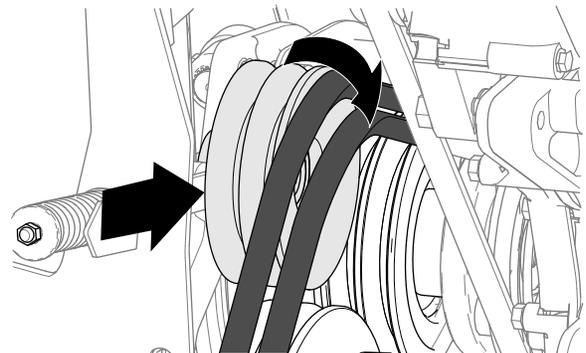

**Bild 92**
7. Schieben Sie das Drehsperrrohr nach hinten und nehmen es von der Maschine ab (Bild 92).
2. Fluchten Sie den Stift des Drehsperrrohrs mit dem Loch in der Zapfwellenkupplungsplatte aus, siehe Bild 92 in Entfernen der Zapfwellenriemen \(Seite 69\).